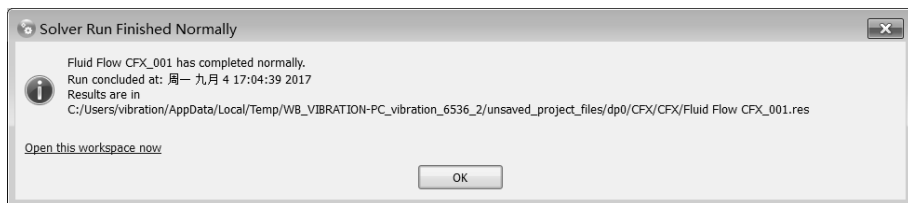

图 17-69 求解完成
Step3：计算完成后会弹出如图 17-69 所示的对话框，单击 OK 按钮确定。